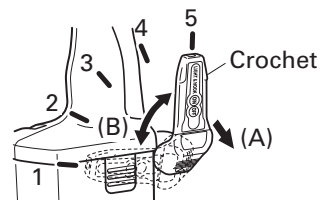

Fig. 5
- (a) Tirer le crochet vers soi dans le sens de la flèche (A), et le tourner dans le sens de la flèche (B). (Fig. 5)